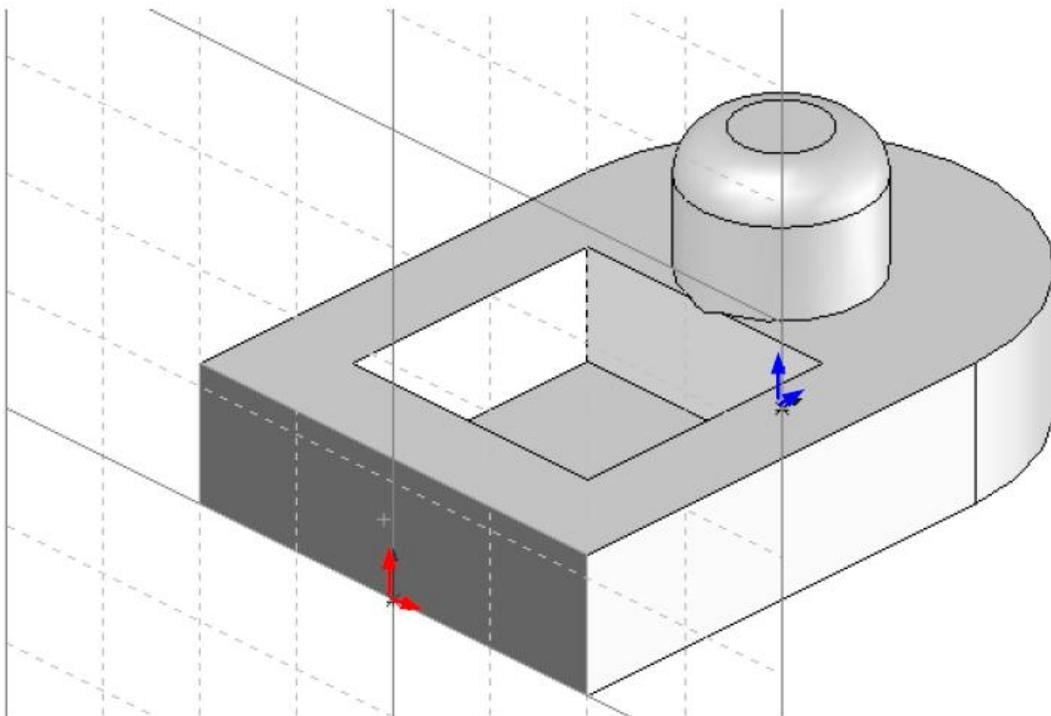

Рис. 1.25. Выбор плоскости проектирования
8.1. Выбрать плоскую грань основания (для удобства деталь рекомендуется вращать), перпендикулярную направлению выреза (рис. 1.25). Нажатием левой кнопки мыши активизировать ее, вызвать функцию “Создать эскиз”.